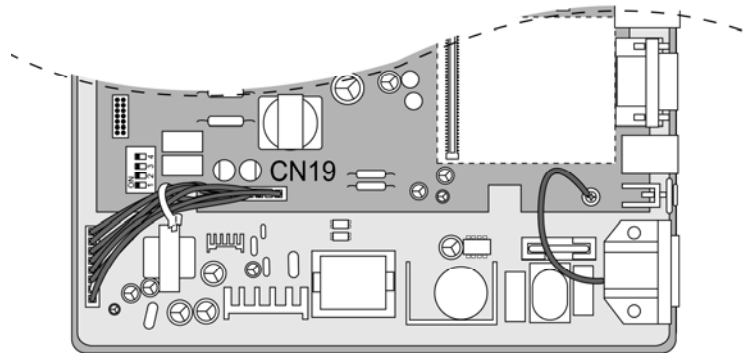

Figura 2.1.5a PSU Instalación
1. Para asegurar el cable de la PSU como se muestra en la Figura 2.1.5a, ajuste el cable con la brida proporcionada.